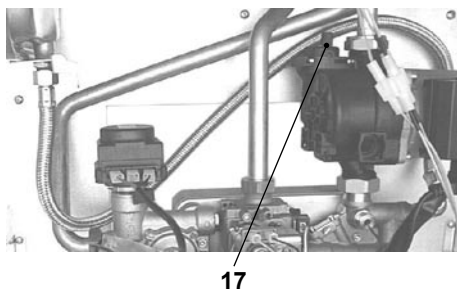

Figura 6.3
- Allentare il tappo della valvola di sfiato automatico 17 in Figura 6.3.